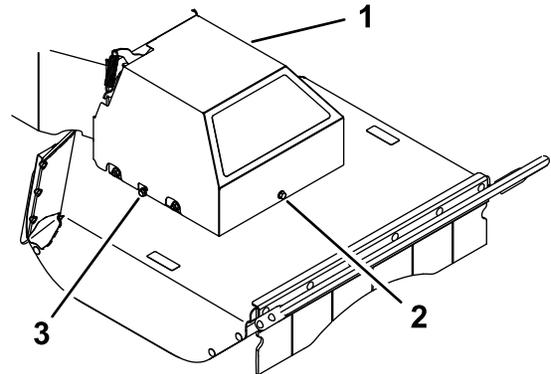

Bild 32
5. Lösen Sie Schrauben an der linken und rechten Seite um ein paar Umdrehungen und lösen Sie die vordere Schraube, bis die Abdeckung locker ist (Bild 32).
Ziehen Sie die zuerst die vordere dann die seitlichen Schrauben an (**Bild 32**).